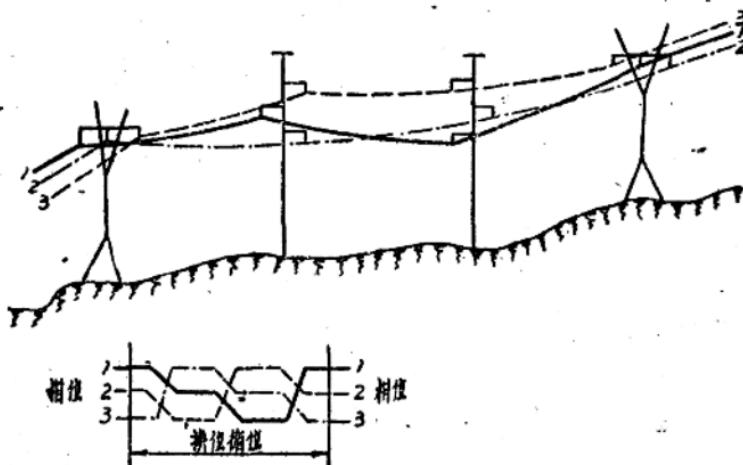

图 1-1 換位塔示意图
5.換位塔。用于線路的直線部分，其主要的作用是調換导線的排列位置。換位方式如图1-1。